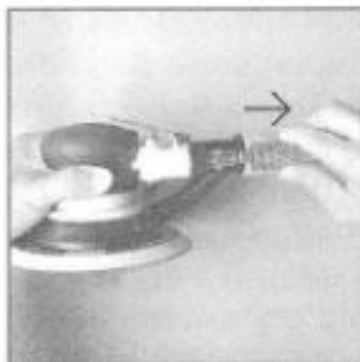

Figura 7
2. Scollegare l'utensile dall'alimentazione dell'aria (Figura 7).
1. Scollegare l'utensile dalla fonte d'aria (Figura 7).